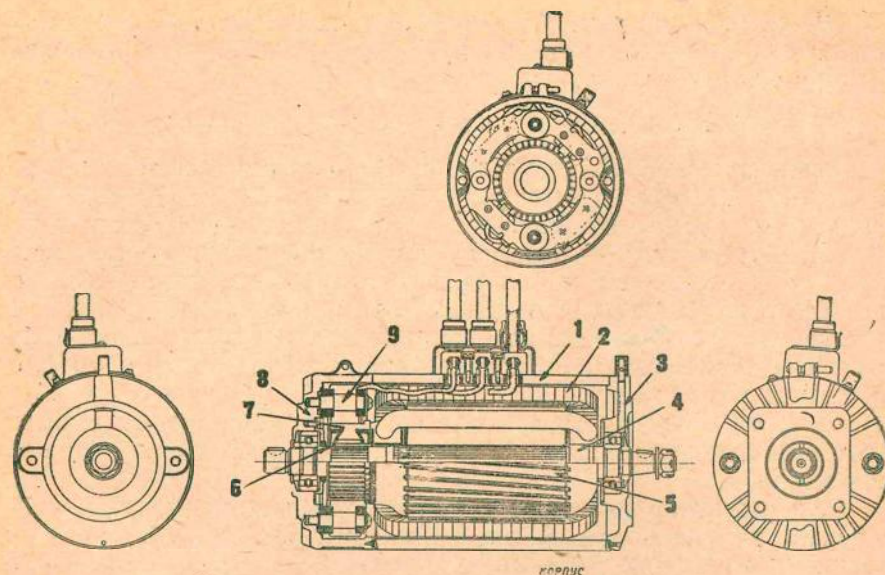

Рис. 35. Общий вид генератора 250 w завода АТЭ.
Корпус (рис. 35) динамо (1) железный, цилиндрической формы. К корпусу прикреплены 4 пластинчатых железных сердечника полюсов с обмоткой (2), присоединенной параллельно обмотке якоря динамо. Один конец обмотки возбуждения соединен с зажимом «Ш» реле-регулятора, а второй конец соединен с массой. Обмотка возбуждения состоит из 230 витков медной проволоки; сопротивление обмотки возбуждения 7 ом.